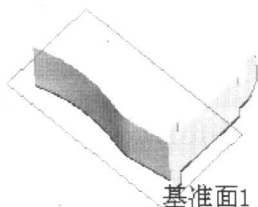

图 1.8 斜接法兰 1
Step4. 添加图 1.8 所示的钣金特征——斜接法兰 1。